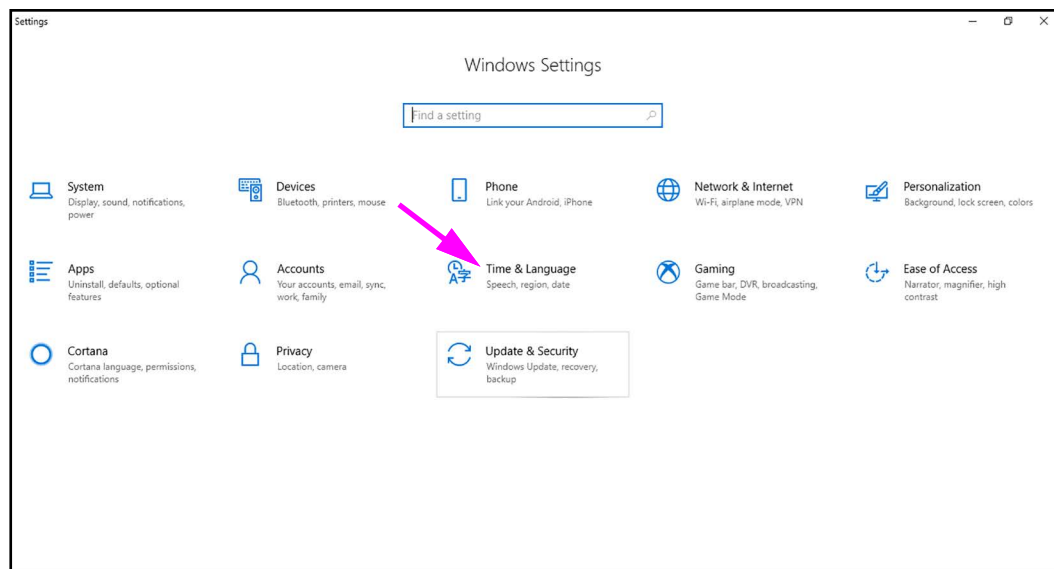

Abbildung C-6. Fenster „Settings“ (Einstellungen) unter Windows 10
- Klicken Sie auf das Symbol **Windows Start** und wählen Sie **Settings (Einstellungen)** aus dem Menü. Das Fenster „Windows Settings“ (Windows Einstellungen) wird angezeigt. Siehe Abbildung C-6.
- Klicken Sie im Fenster „Windows Settings“ (Windows Einstellungen) auf **Time and Language (Zeit und Sprache)** (siehe Abbildung C-6).